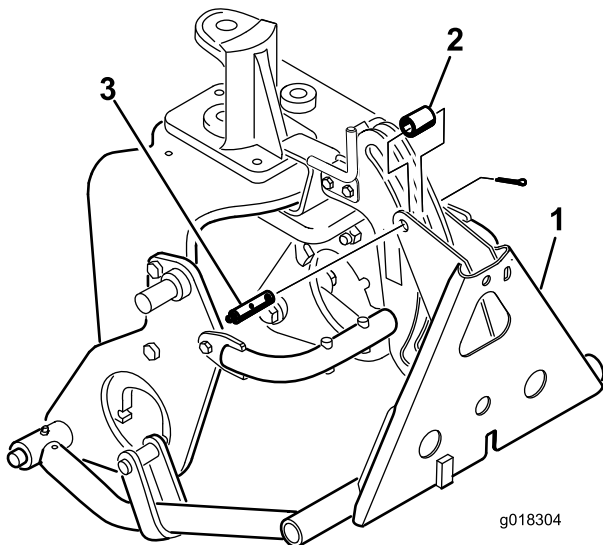

Bild 10
8. Befestigen Sie den Rahmenadapter mit einem Rohr, einem Lastösenbolzen und einem Splint am Anbauvorrichtungsrahmen (Bild 10).